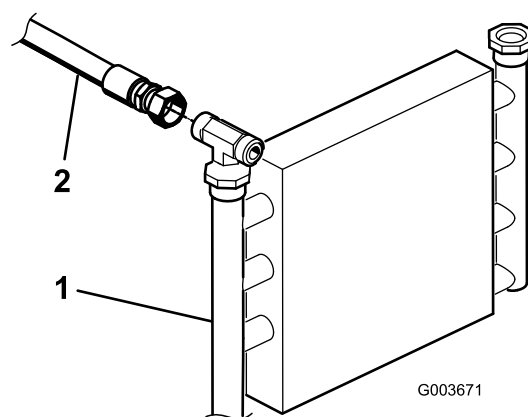
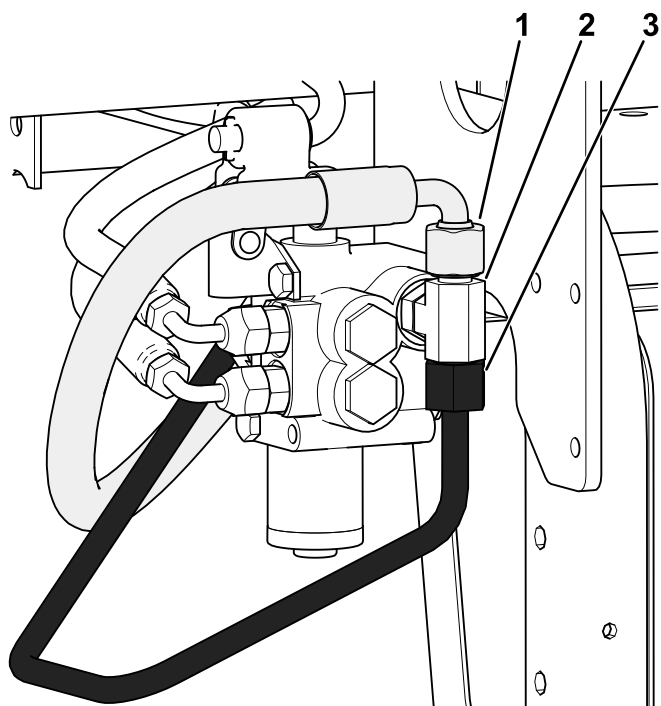

Figura 4
Figura 6
- C. Deconectai furtunul hidraulic (144-1367) de la fittingul în T (340-94) aa cum se arată în Figura 6.
1. Localizai tubul hidraulic dintre răcitorul de ulei i supapa de ridicare existentă (Figura 4).
3. Deconectai i îndepărtați tubul hidraulic de la răcitorul de ulei i supapa de ridicare (Figura 4 i Figura 6).